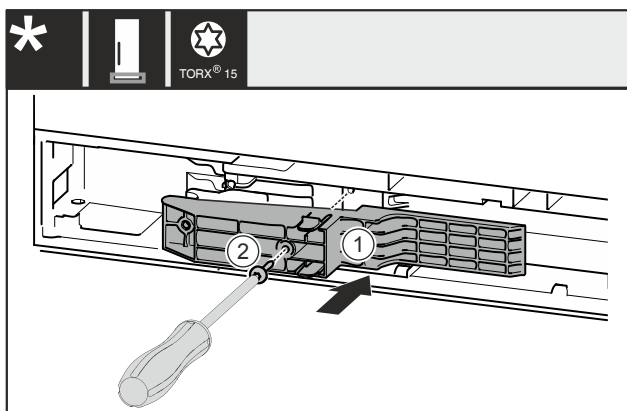

Fig. 48 *
- Inserire l'adattatore Fig. 48 (1) nel vano sul lato della maniglia.*
- Stringere la vite Fig. 48 (2) con un cacciavite.*